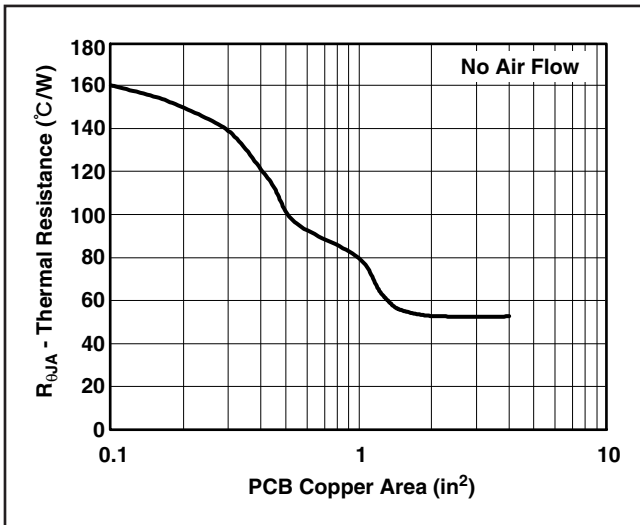

図25. 基板の銅面積に対するSOT223パッケージの熱抵抗
式 (6) と、図25に示すコンピュータ・モデリングにより生成された曲線を使用すれば、特定の周囲温度、消費電力、および動作環境に対して、必要なヒートシンクの熱抵抗と基板面積を容易に求めることができます。